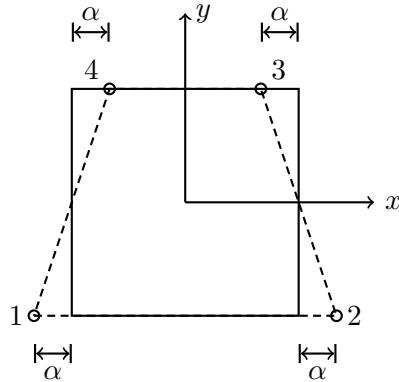

FIGURE 3 – Quadrangle à 4 noeuds sous un chargement de flexion
2. Pour la configuration déformée représentée ci-dessous (Figure 3) :
5. Déterminer les inconnues $a_i \quad \forall i \in 1, 2, 3, 4$ qui correspondent à une situation de flexion pure (conditions (i) et (ii), confére question 3) entraînant le déplacement des sections droites représenté Figure 3. (3 points)
7. En l'absence de force volumique, sous l'hypothèse des déformations planes, les questions suivantes vont permettre de calculer le vecteur force généralisé (efforts de réaction) sur la surface gauche de l'élément Figure 3 générant le champ de déplacement identifié question 5 :